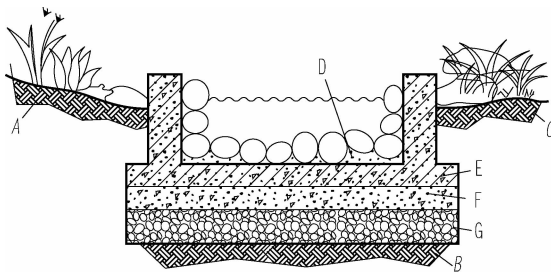

图 3-37 填充结果
(2)用“多段线”命令绘制辅助线 A、B 和 C,填充图案为 EARTH,角度为 45° ,填充比例为 12;区域 D 中的填充图案为 AR-SAND,角度为 0° ,填充比例为 0.5;区域 E 中有两种填充图案,分别为 ANSI31 和 AR-CONC,角度都为 0° ,填充比例分别为 16 和 1;区域 F 中的填充图案为 AR-CONC,角度为 0° ,填充比例为 1;区域 G 中的图案为 GRAVEL,角度为 0° ,填充比例为 8。填充结果如图 3-37 所示。